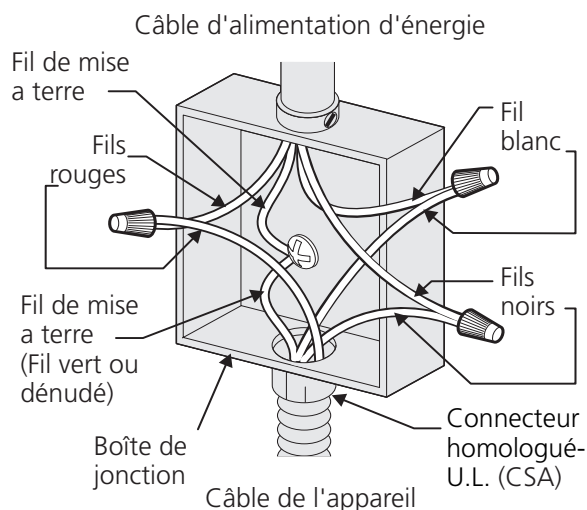

Figure 12
Si l'appareil est utilisé dans une nouvelle installation de circuit branché (1996 NEC), maison mobile, véhicule récréatif, ou où les codes locaux ne permettent pas la mise à terre par le fil neutre (blanc), vous devez brancher l'appareil à un câble à 4 fils (voir Figure 12):
2. Dans la boîte de jonction: Reliez les fils de l'appareil à ceux du câble d'alimentation tel que montré à la figure 12.
N'UTILISEZ PAS le tuyau de la ligne de gaz pour la mise à la terre de l'appareil. NE BRANCHEZ PAS l'appareil tant et aussi longtemps qu'il n'est pas mis à la terre de façon permanente. Branchez le fil de mise à la terre avant d'appliquer le courant à l'appareil (Figure 12).